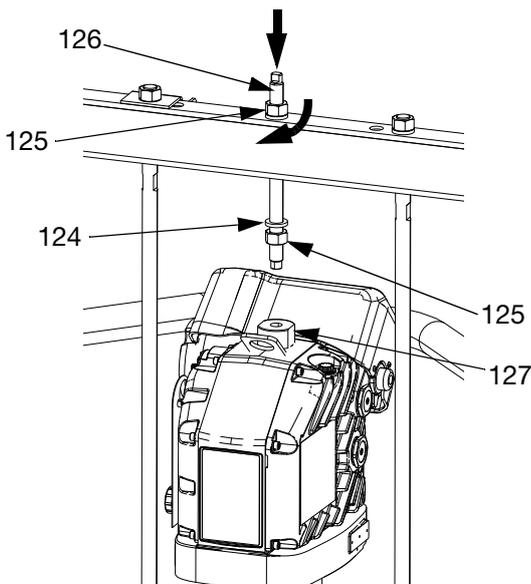

ABB. 52
1. Geeignetes Hebezeug verwenden, Verbindungsstangen in die Unterpumpe (AC) einführen und Antrieb (AB) an Pumpe (AC) befestigen.
- b. Gewindestange (126) durch Loch in der Mitte des Querbalkens führen. An Gewindestange (126) über und unter dem Querbalken Sicherungsscheiben (124) und Muttern (125) anbringen. Hebering-Adapter (127) mit Schraubenschlüssel fixieren und mit einem anderen Schraubenschlüssel Gewindestange (106) im Hebering-Adapter (127) festziehen. Siehe ABB. 52.
- c. Mutter (125) unter Querbalken mit einem Anzugsmoment von maximal 34 N•m (25 ft-lb) festziehen.
- d. Mutter (125) über Querbalken festziehen, um Antrieb (AB) zu fixieren.